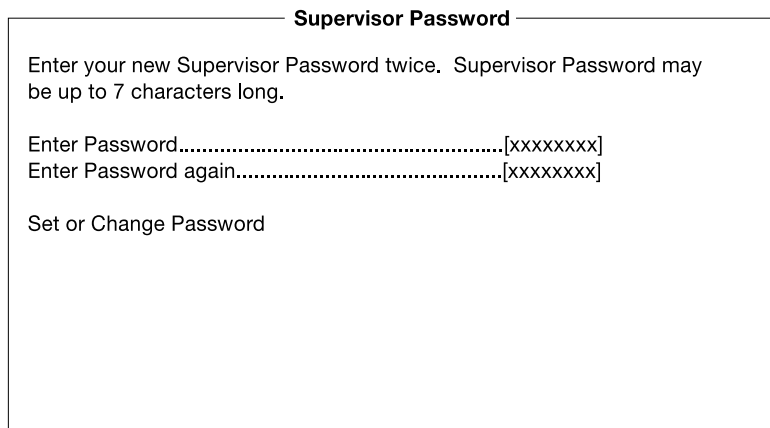

图 4-12 监护人密码屏幕
1. 按向左或向右箭头键启用系统安全菜单中的监护人密码参数。即会出现监护人密码屏幕，如图 4-12 所示。